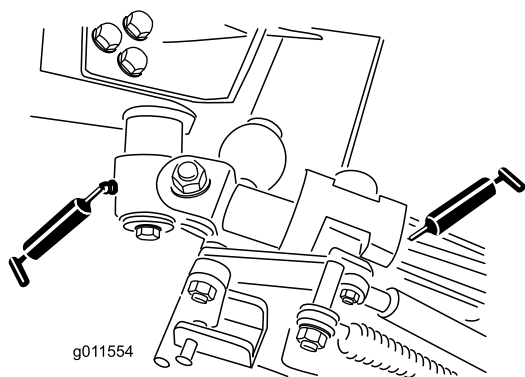

Figura 68
- Boccole orientabili (2) della leva a squadra (Figura 68)
- Boccole (4) del braccio posteriore (Figura 68).